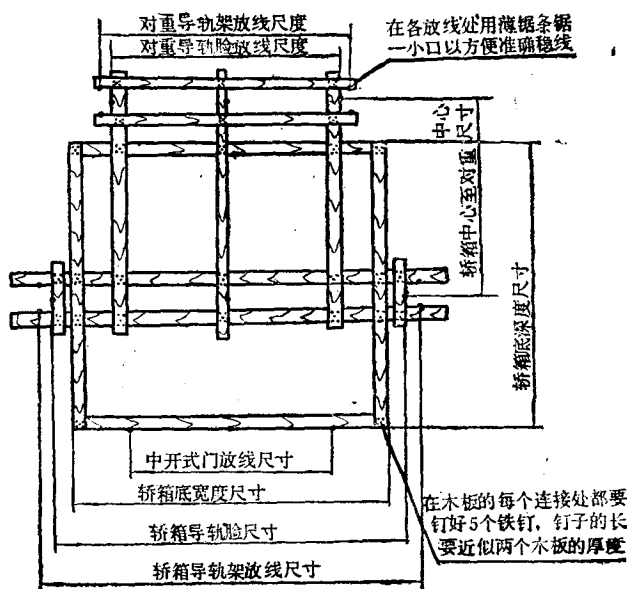
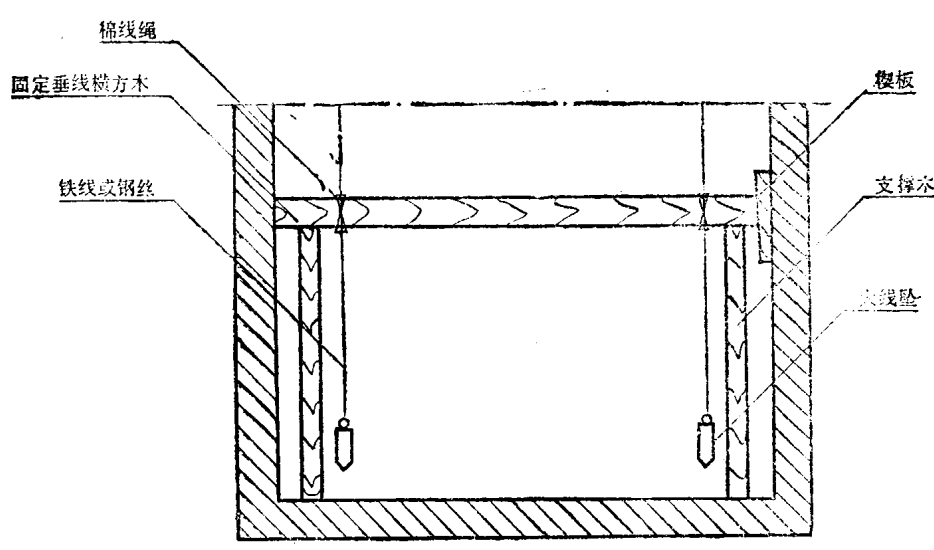

图 4
图 8
按照本电梯平面图上的尺寸,钉制出牢固准确的样板,如图4。样板的木料要用不易变形的干燥木料制成,四面刨光并要求平直,提升高度20m以下的楼房,木板的厚度不小于25mm,宽度不小于80mm;提升高度大于20m并在40m以下的楼房,木板的厚度不小于35mm、宽度不小于100mm。楼房越高木板的厚度、宽度都应相应加大,必要时可采用角钢制成,以免样板弯曲变形影响尺寸的准确。样板制成后,在各放垂直线点的位置划一横线,并用薄锯条锯一小口,同时在旁边钉一个小钉子,以备放垂直线和固定线用。样板上各点位置的尺寸公差均为 $\pm 0.15\text{mm}$ 。
棉线绳绑在横方木上，如图8所示，然后再反复核对一下尺寸是否正确。
(6) 安装缓冲器底座槽钢 将轿厢导轨和对重导轨缓冲器的槽钢按图纸规定的位置放入梯井底坑内，并校正成水平，其水平误差不得超过1/100。槽钢两端角钢的中心必须垂直于两边导轨架的中心。
(7) 安装导轨 在安装导轨之前，应在电梯井道上方，电梯机器房楼板的下边牢固地悬挂一个滑轮作为吊升导轨之用。绳索应预先检查好，必须具有足够的强度，方可沿着导轨架由下而上地开始安装导轨。导轨两头销孔必须清洗干净，导轨底部应压在槽钢上并与其两端的角钢用螺丝紧固。每个导轨架与导轨的连接处都用螺丝略加旋紧，待校正完毕后，再充分紧固。校正导轨时，须在样板上放一根距导轨脸小于2mm的垂直铁线，并在底坑中准确地稳固在木架上（如图4和图8）。